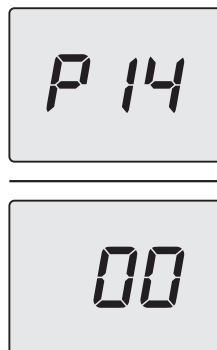

Figura 5.42
- Scorrere i vari parametri utilizzando i tasti 13 (indietro) o 15 (avanti) fino a far apparire sul display LCD le lettere **P14** che si alternano con il valore del parametro (Figura 5.42).